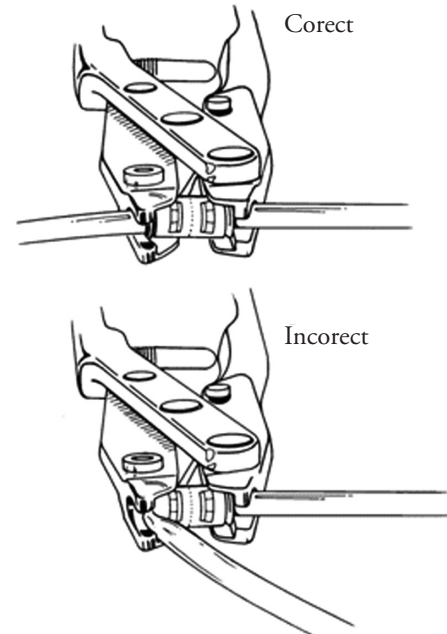

Figura 4-34. Închiderea instrumentului de asamblare
7. Strângeți mânerul instrumentului până când opritorul de închidere atinge mânerul opus. (Figura 4-34)